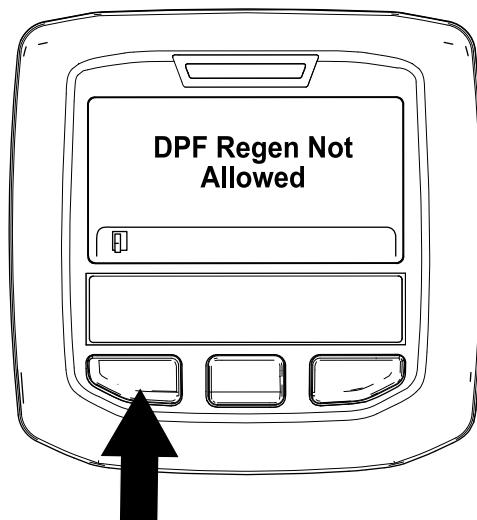

図 50
- 再生不許可の場合には DPF Regen Not Allowed と表示される図 50。左ボタンを押してホーム画面に戻る。